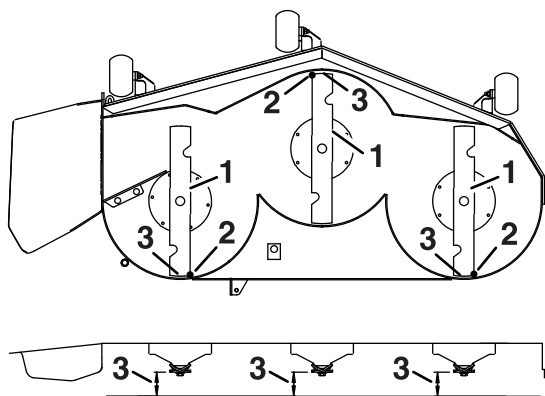

Figura 72
4. Girate con cautela le lame in modo che siano disposte longitudinalmente (Figura 72).
5. Misurate il valore dalla punta della lama anteriore e dalla punta della lama posteriore alla superficie piana (Figura 72).